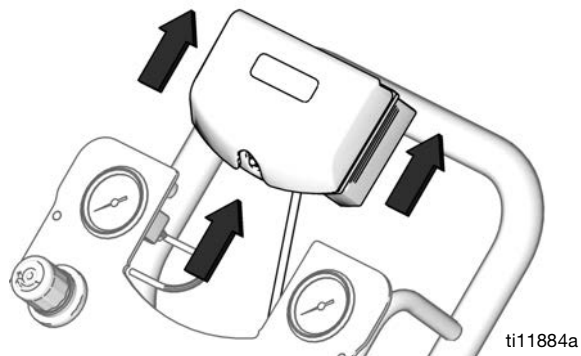

图 11. 取下 DataTrak
3. 卸下托架上的 DataTrak 模块。参见图 11。将 DataTrak 模块及连接电线一起拿到非危险场所。